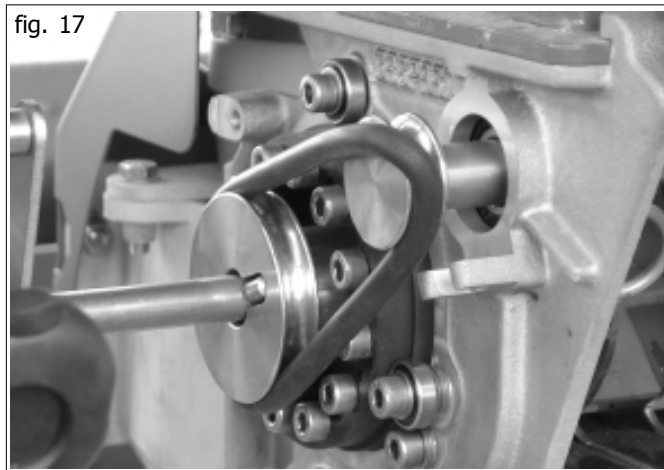

fig. 17
- Per disattivare l'agitatore, sollevare la cinghia tonda sopra il bordo della puleggia motrice e, sul lato opposto, girare agevolmente il rullo dosatore nella direzione di trascinamento. La cinghia salta (Fig. 17).